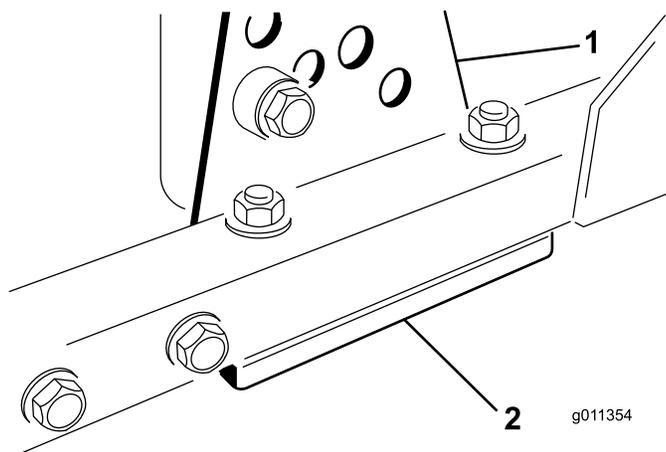

Рисунок 123
1. Снимите кронштейн высоты скашивания (передний, левый или правый) с рамы режущего блока (Рисунок 123).
2. Отрегулируйте количество регулировочных прокладок толщиной 1,5 мм и/или 0,7 мм между рамой режущего блока и кронштейном, чтобы получить необходимую настройку высоты (Рисунок 123).